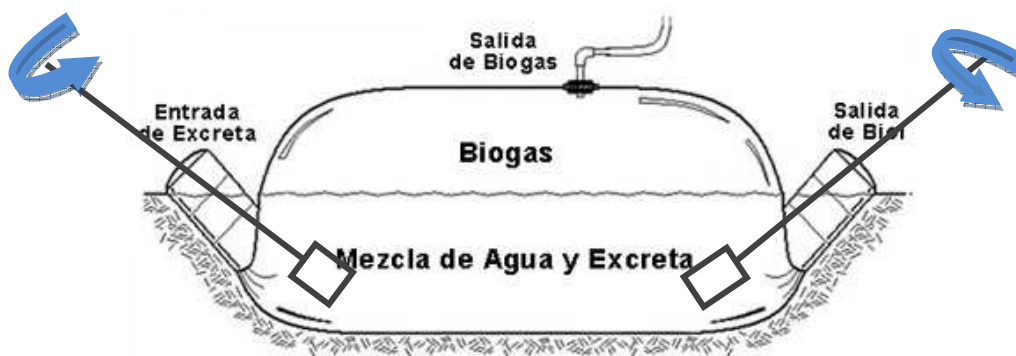

Figura D.4.- Sistema de mezclado biodigestor tubular.[5]
1. La figura D.4 muestra el método de mezclado para el biodigestor tubular: